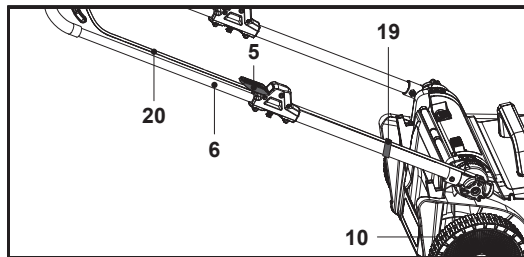

Fig. 4
- Fixer le cordon de commande (20) dans le serre-câble (19) qui peut être préinstallé sous le levier de verrouillage (5) (Fig. 4).